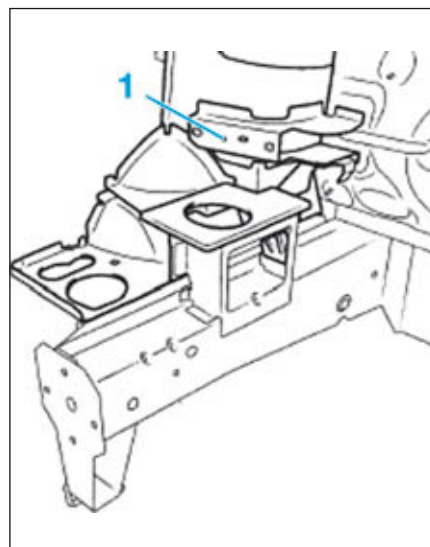

FIG.12
Seul le support biellette (1) est en plus, celui-ci sera à souder par bouchonnage au niveau du tablier (Fig.12).